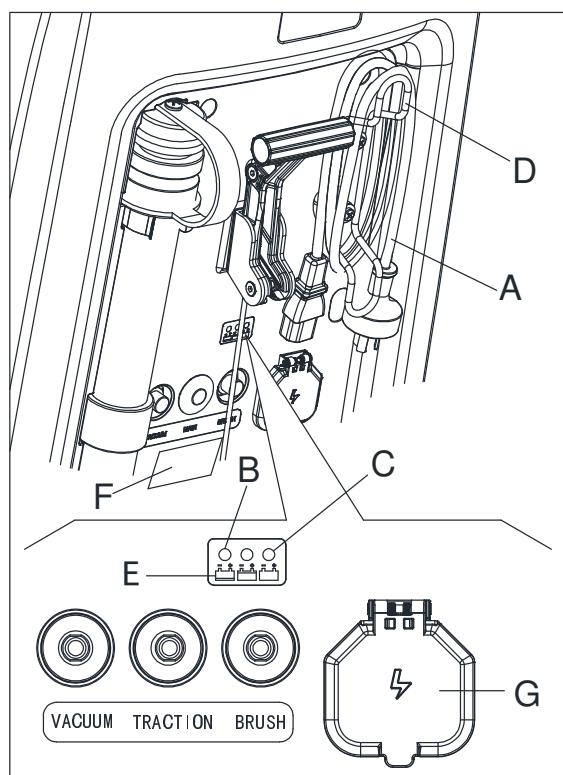

Figure 15
7. Brancher le câble du chargeur de batterie (A, Fig. 15) au réseau électrique (G) (la tension du réseau électrique et la fréquence doivent être compatibles avec les valeurs du chargeur de batterie figurant sur la plaque signalétique portant le numéro de série de la machine (F). Lorsque le chargeur de batterie est connecté au réseau électrique, toutes les fonctions de la machine sont automatiquement coupées. Si le témoin lumineux rouge (B) sur le panneau de commande du chargeur de batterie reste allumé, le chargeur de batterie est en train de charger les batteries.
8. Lorsque le témoin lumineux vert (C) s'allume, la charge de la batterie est achevée.
9. Lorsque la charge de la batterie est achevée, débrancher le câble du chargeur de batterie (A) du réseau électrique (G) et l'enrouler autour de son support (D).
Pour plus d'informations sur le fonctionnement du chargeur de batterie (E, Fig. 15), voir le Manuel.